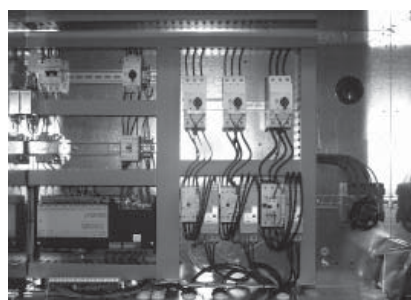

Fig. 1
- Para la conexión de funcionamiento de la unidad, llevar el cable de alimentación al cuadro eléctrico dentro de la unidad (fig. 1 en la página anterior) y conectarlo a los terminales del seccionador respetando las fases y la conexión a tierra (fig. 2).
El primer arranque se debe realizar con las configuraciones estándar; sólo modificar los valores de Set Point de funcionamiento una vez finalizadas las pruebas. Antes de poner en marcha, alimentar la unidad durante al menos 12-24 horas, colocando el interruptor magnetotérmico de protección y el seccionador de bloqueo de puerta en ON, fig. 1. Asegurarse de que el panel de mando esté apagado para permitir el calentamiento del aceite del cárter del compresor.